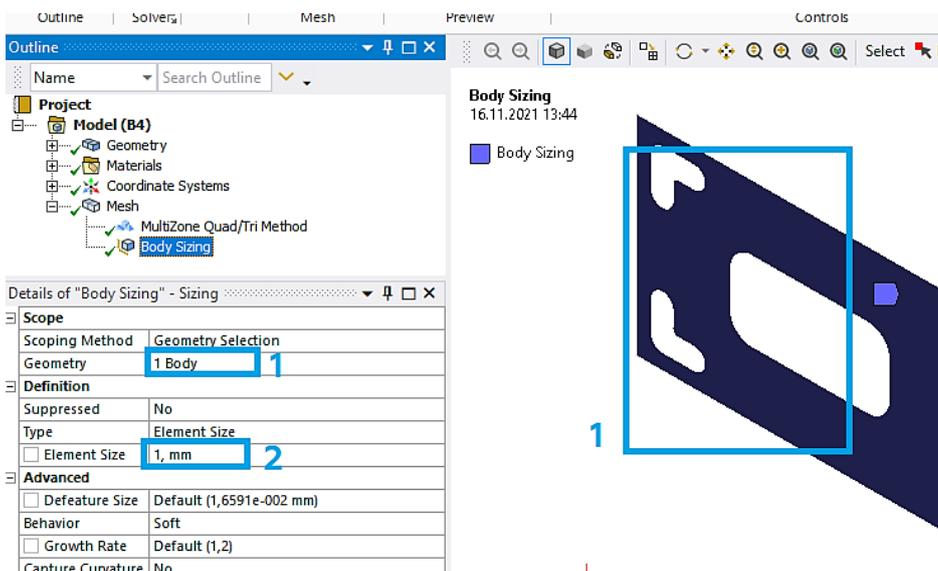

Рис. 17. Задание настроек сетки
– жмем ПКМ на *Mesh – Insert – Sizing*, выделяем всю геометрию (1) и задаем величину ячеек 1 мм (2) (рис. 17).